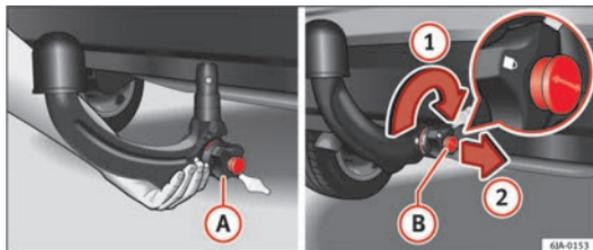

Fig. 117 Mise en place de la barre à boule d'attelage/fermeture de la serrure et retrait de la clé
- Saisissez la barre à boule d'attelage par en dessous ⇒ fig. 117 et introduisez-la dans la frette de serrage jusqu'à la butée et l'enclenchement audible ⇒ Δ.